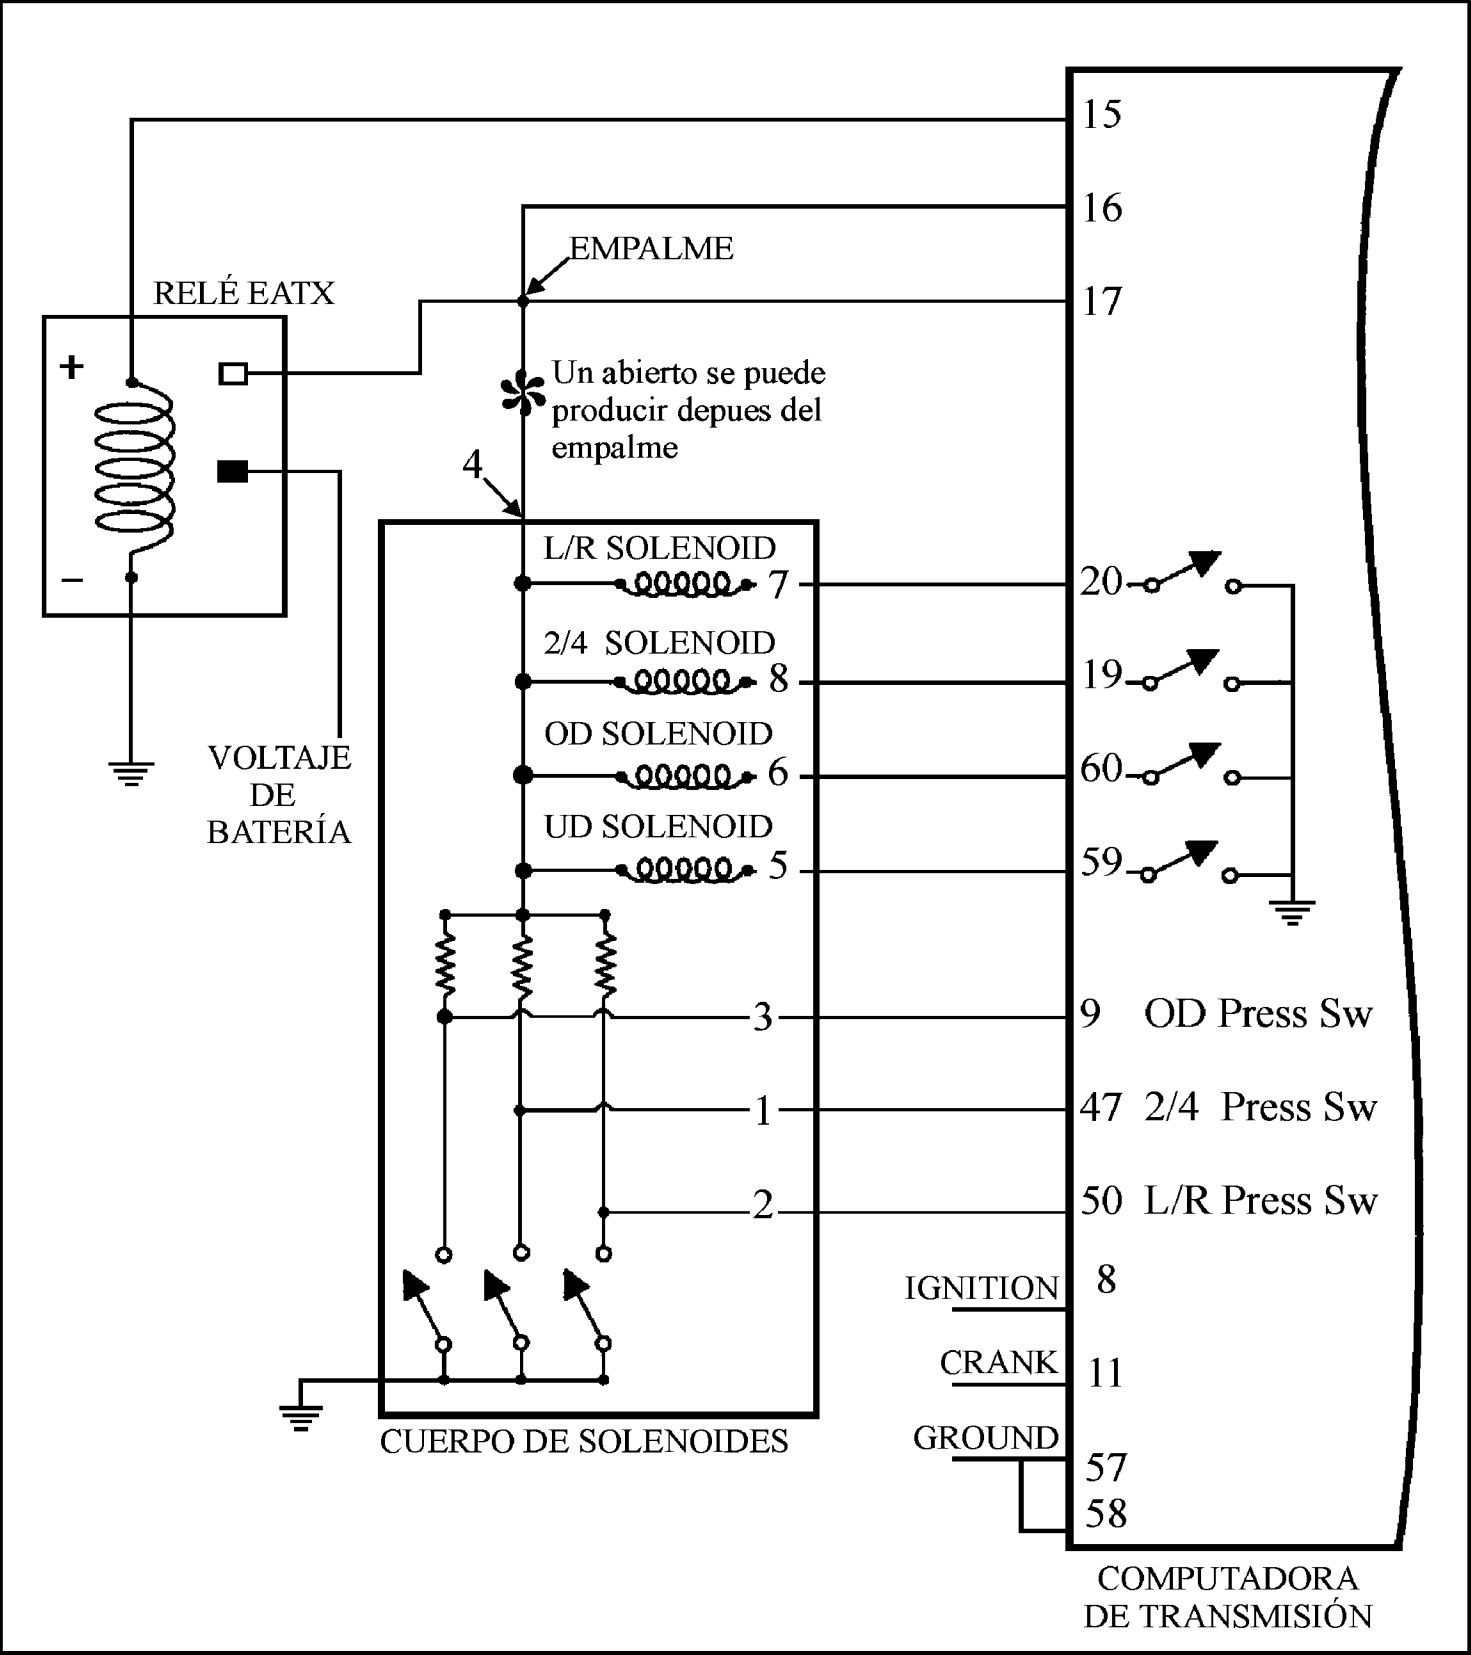

Figura 53
- Si al hacer las pruebas el metro registra infinito en todos los solenoides, revise el alambre que va al terminal #4 del cuerpo de solenoides que en muchas ocasiones se abre debajo del empalme como se ve en la figura 53. Vea si hay continuidad entre el terminal 16 en el conector del TCM y el terminal 4 en el conector del cuerpo de solenoides.